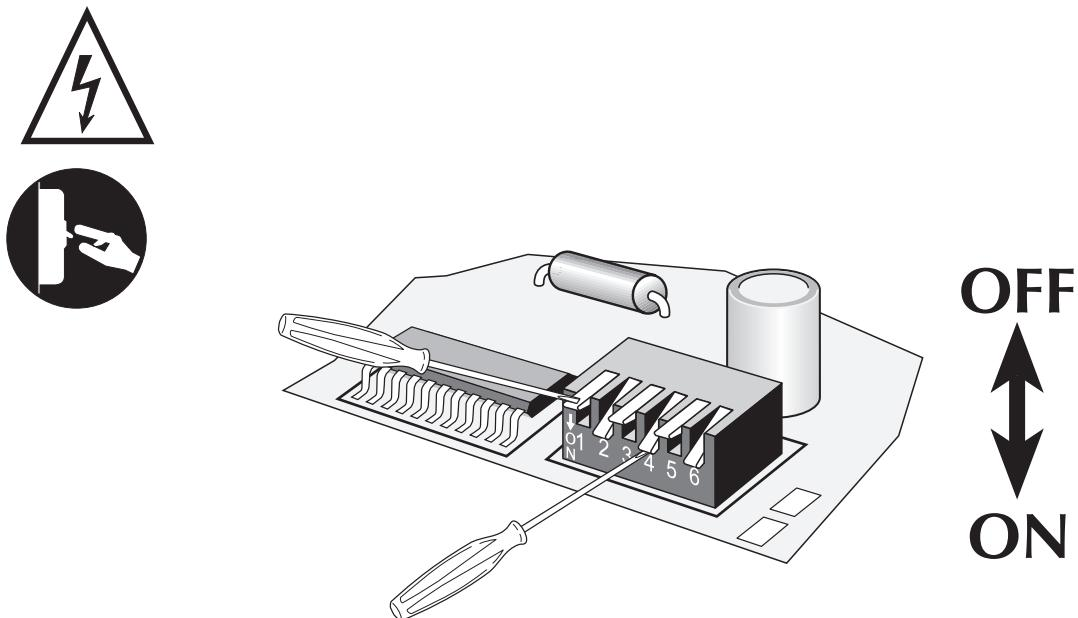

Fig. 9
- Falls erforderlich, die Schalter wie in Abb. 9 - 10 gezeigt einstellen.
- Si besoin est, exécuter le réglage des commutateurs comme il est indiqué sur la fig. 9 - 10.
Adjust the dipswitches (figures 9 + 10) inside the thermostat for the following functions:
En agissant sur les commutateurs dip (Fig. 9 et 10) situés à l'intérieur du thermostat, on obtient les fonctions suivantes: (Pour un fonctionnement correct Dip 1 et 2 doivent être dans la même position).
Mit den DIP-Schaltern (Abb. 9 u. 10) im Temperaturregler werden folgende Funktionen aktiviert: